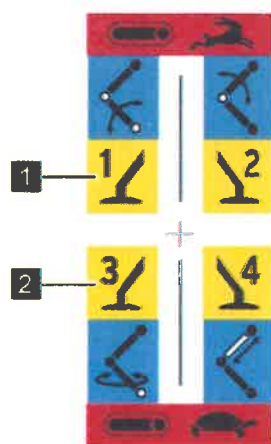

Abb. 49: Stützenfunktion
3. Mit dem Vorwahlhebel die Stützen 1 und 2 (Abb. 49/1) oder 3 und 4 (Abb. 49/2) wählen.